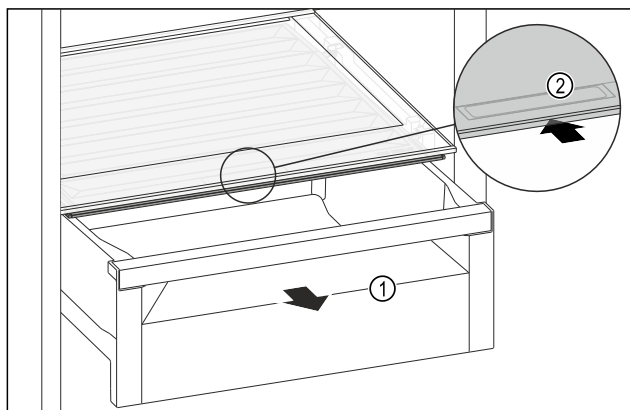

Fig. 74
- Izvlecite predal Fig. 74 (1).
- Primite prijemalno vdolbino Fig. 74 (2) na pokrovu predala in pokrov predala istočasno potisnite nazaj.